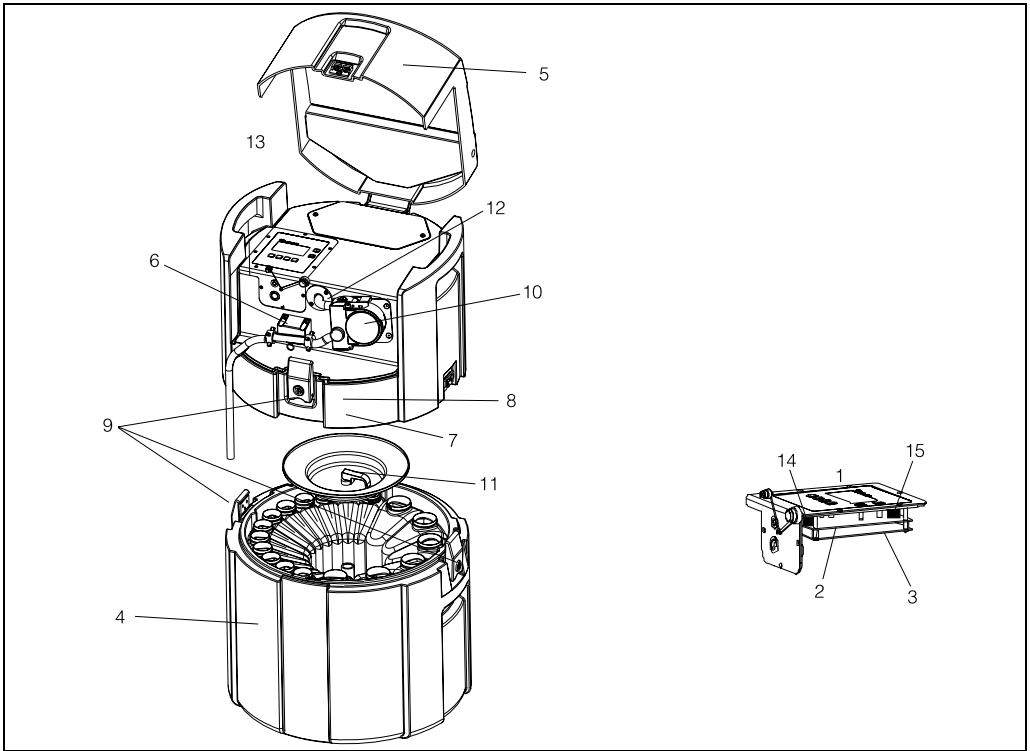

Fig. 34: Parti di ricambio per il campionatore Liquiport 2000 Ex (i numeri delle varie posizioni sono descritti nell'elenco delle parti di ricambio)
A	Controllore completo (→ Fig. 34, pos. 1)
B	CPU incl. display (→ Fig. 34, pos. 2)